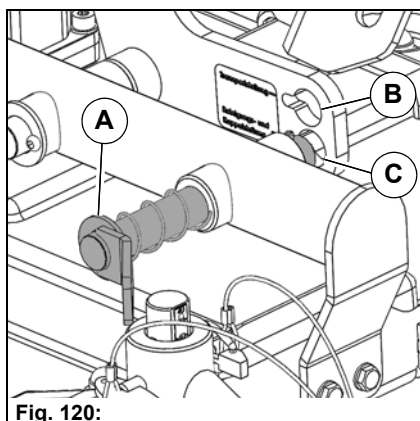

Fig. 120:
Le dispositif de blocage de transport se trouve sur le côté gauche du dispositif de coupe. Le boulon de verrouillage **Fig. 120-A** permet de régler le dispositif de coupe pour l'utilisation respective. Les réglages suivants sont possibles :
- Transport : Le boulon de verrouillage doit fixer le dispositif de coupe dans la position supérieure **Fig. 120-B**.
- Nettoyage : Le boulon de verrouillage doit fixer le dispositif de coupe dans la position inférieure **Fig. 120-C**.